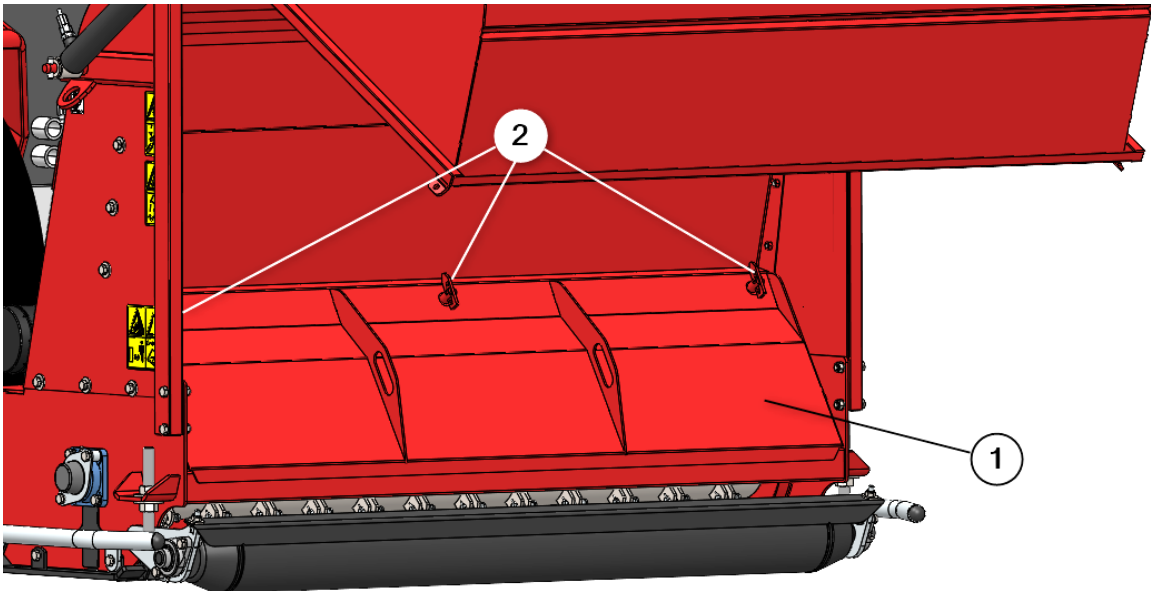

Fig. 10
5. Verwijder de onderhoudsklep (1) door de vergrendelingen (2) te ontgrendelen (Fig. 10).
11. Sluit na afloop de onderhoudsklep (1) en vergrendel de sluitingen (2), (Fig. 10).